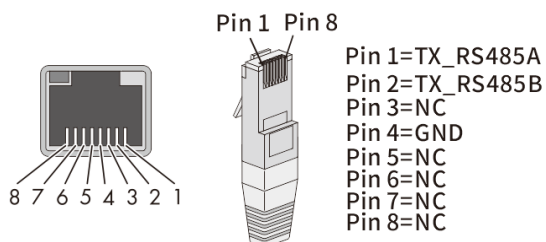

Abb. 30. Kabelanschlussbelegung
1. Ader abisolieren und in die entsprechende Klemme crimpen (siehe Abb. 30 gem. DIN 46228-4)